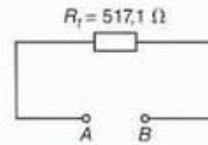

Fig. 2.29.
5. Realizamos la asociación final (Fig. 2.29):